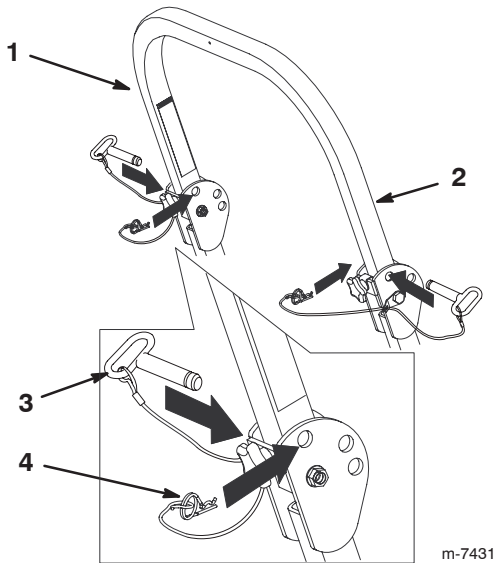

Figure 3
2. Retirez les goupilles fendues puis les 2 axes (Fig. 3).
4. Posez les 2 axes et fixez-les avec les goupilles fendues (Fig. 3).
5. Pour relever l'arceau de sécurité, retirez les goupilles fendues puis les 2 axes (Fig. 3).
6. Relevez complètement l'arceau de sécurité puis insérez les 2 axes et fixez ces derniers avec les goupilles fendues (Fig. 3).